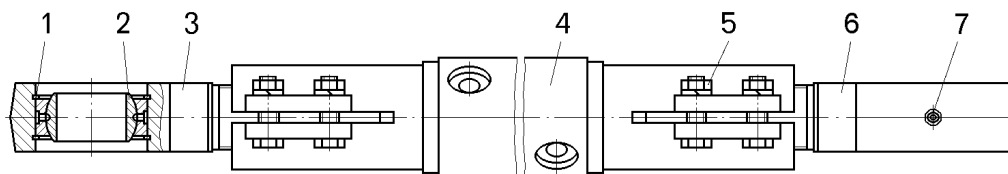

Figure 9.13 - Attelage de direction:
- joints de serrage desserrés de la tringlerie, dévisser les écrous 5 (figure 9.13);